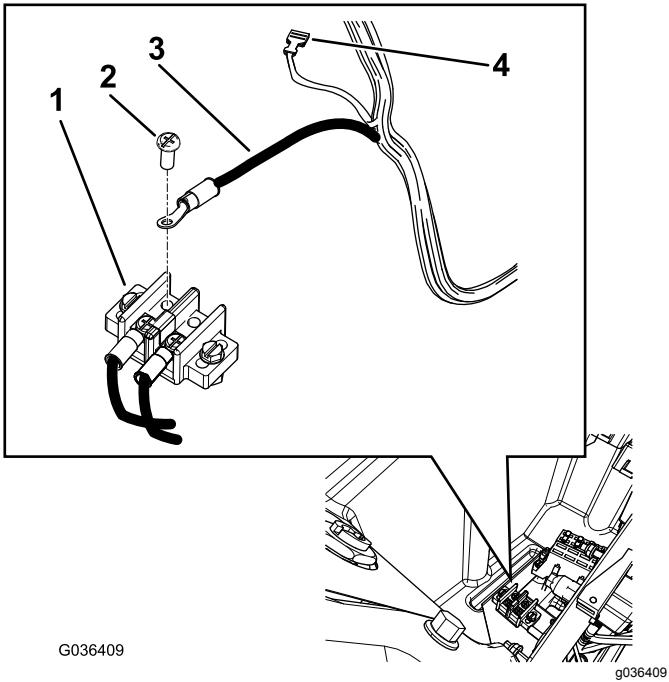

Bild 29
- B. Schließen Sie das schwarze Kabel am Erdungsblock an (Bild 29).